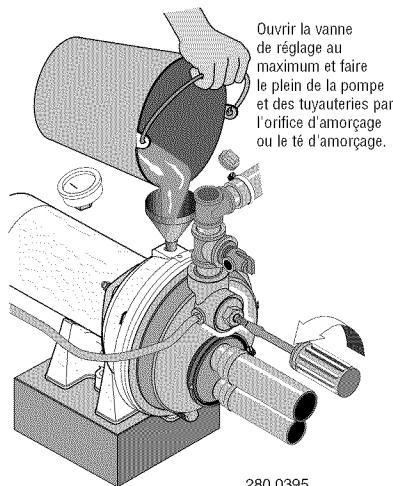

Figure 15 : Remplissage de la pompe
- Ouvrir au maximum la vanne de réglage (voir la Figure 15), déposer le bouchon d'amorçage de la pompe, puis faire le plein de la pompe, de toutes les tuyauteries entre la pompe et le puits et s'assurer que toutes les tuyauteries du puits sont pleines d'eau. Si un té d'amorçage a été posé sur le tuyau d'aspiration, déposer le bouchon du té et faire le plein de la tuyauterie d'aspiration.